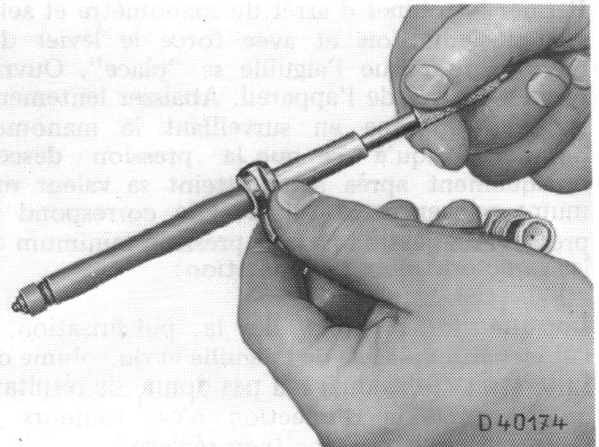
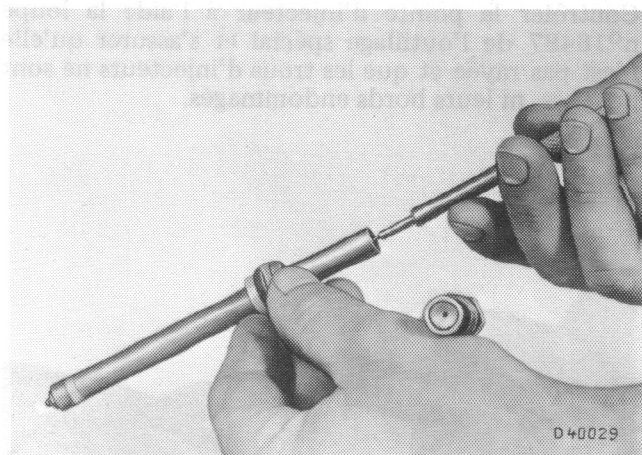

Fig. 9 — Extraction de l'aiguille à l'aide de l'outil spécial n° 16481
Fig. 14 — Polissage du guide de l'aiguille dans le corps d'injecteur
Lorsque l'aiguille ne glisse pas par son propre poids hors du corps d'injecteur, lorsqu'on a retourné celui-ci, utiliser l'outil spécial n° 16481 (mandrin) comme le montre la figure 9. Si l'aiguille ne reprend pas sa position la plus basse dans le corps d'injecteur, faire pénétrer l'aiguille complètement à l'aide du mandrin, pour éviter que l'aiguille ne soit tordue lorsqu'on place l'outil. Tourner la vis crénelée à fond à droite, enfonce l'outil spécial aussi loin que possible sur l'aiguille; puis tourner la vis crénelée vers la gauche, pour maintenir l'aiguille. Retirer l'aiguille du corps d'injecteur en tirant l'outil spécial avec précaution.
2. Introduire l'aiguille dans le corps d'injecteur. Il se produit fréquemment un frottement peu important lorsque la partie longue de l'aiguille glisse dans le guide supérieur; cela est sans importance pour le bon fonctionnement de l'injecteur. Saisir l'aiguille avec l'outil spécial n° 16481 (voir fig. 9) et actionner dans le corps d'injecteur en faisant tourner l'outil à la main, et en le ressortant légèrement tous les trois ou quatre tours (voir fig. 14). Ce rodage peut être terminé après 10 à 20 tours de l'outil.
Mettre une petite quantité de pâte à roder n° 16489 sur la pointe de l'aiguille (cône d'étanchéité) et introduire l'aiguille dans le corps d'injecteur; fixer l'outil spécial n° 16481 sur l'aiguille (voir fig. 9) et roder en faisant tourner l'outil à la main. Il suffit d'un polissage peu important (trois ou quatre tours à la main) pour roder la surface du siège.